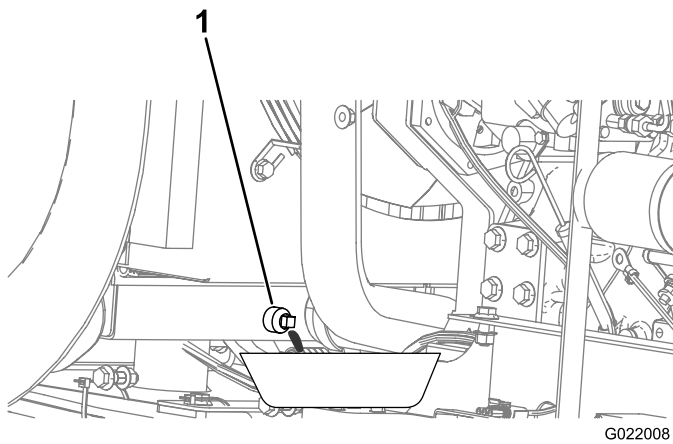

Bild 140
5. Stellen Sie eine Auffangwanne unter die Ablassschraube (Bild 140).
8. Schließen Sie die Ablassschraube (Bild 140).
- C. Schließen Sie die Ablassschraube (Bild 140).
- H. Schließen Sie die Ablassschraube (Bild 140).